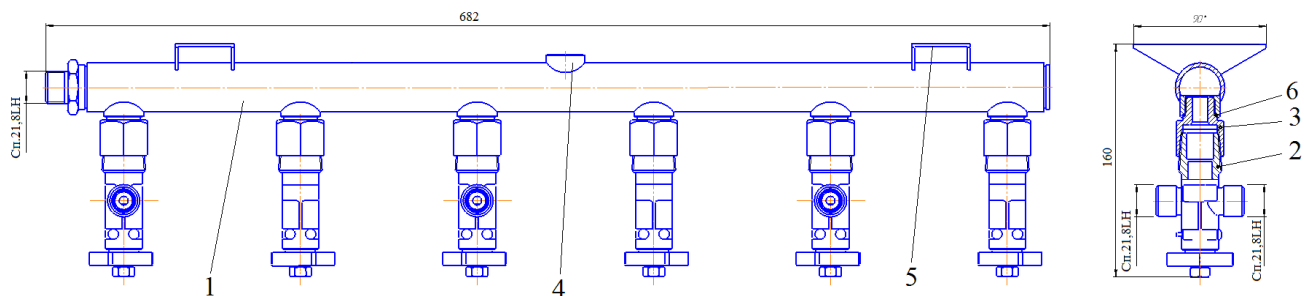

Рис.1 Коллектор газовый КР-03 ДЖЕТ 245 00 00 00-50
4.1 Внешний вид коллектора КР-03 и его модификации приведены на рис.1. В состав коллектора 1 входят труба с приварным концевым штуцером и штуцерами под запорные клапаны, кронштейны 5, заглушка, гнездо датчика давления 4. В коллектор, через переходники 3 установлены вентили ВБ-2 2. Вентили сориентированы по 3 в каждую сторону.